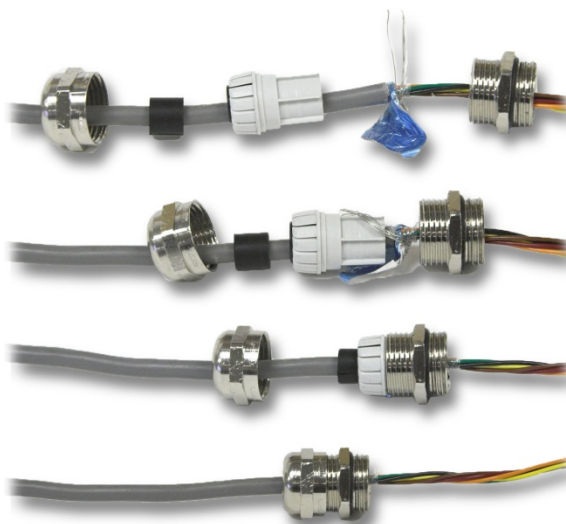

Figure 3-17: Terminaison de la gaine au niveau du presse-étoupe
3. Tous les câbles qui incluent les gaines doivent disposer d'une terminaison au niveau du presse-étoupe (voir la Figure 3-17). Répartissez les fils gainés et assurez-vous qu'il y a suffisamment de fil gainé pour établir le contact avec la partie métallique du presse-étoupe.